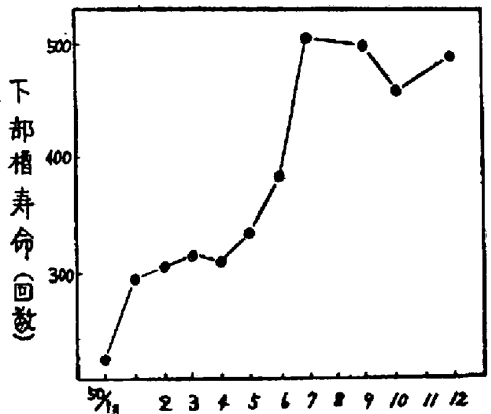

図2 下部槽寿命の推移
2.3 下部槽寿命の推移と今後の問題点 下部槽寿命の推移は図2に示す通りであり、前項の対策③を講じて563回の寿命が達成された。この時点での問題点は従来の敷レンガ中心部とは異なり壁レンガの下部となった。この部分のレンガ材質は92%の高アルミナ質であるが、今後は97%以上のアルミナを、しかも超高湿にて焼成したレンガを用いて、さらに寿命を延長する計画である。